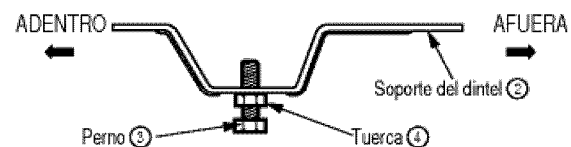

Fig. 3
- 3 Arme de modo flojo el soporte del dintel (2) usando las partes que se muestran en Fig. 3.